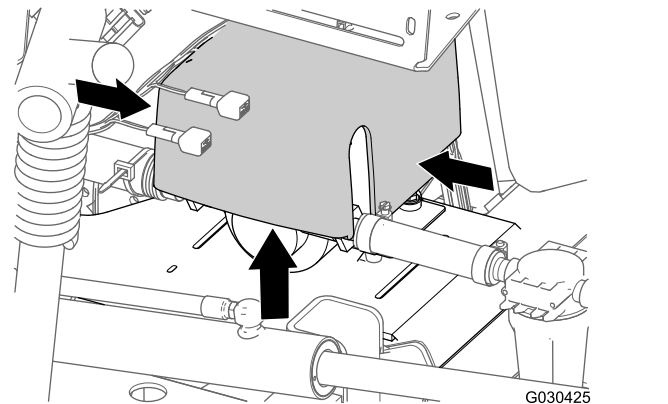

图 5
1. 在机器的后部同时按下冲洗泵盖的两边向上提起泵盖直至泵盖的凸耳完全脱离鞍形板中的插槽然后将泵盖从机器中取出图 5。